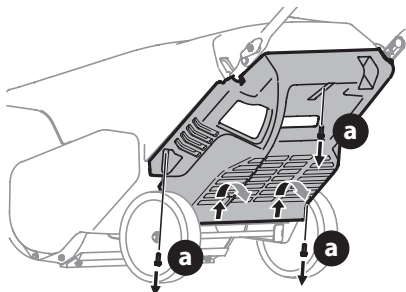

Figure 25
2. Retirez les trois boulons (a) qui retiennent le panneau inférieur. Pour enlever le panneau inférieur, soulevez le panneau de façon que les pattes au bas du panneau sortent des encoches, puis tirez sur le panneau (Figure 25).
- Retirez les trois boulons (a) qui retiennent le panneau inférieur. Pour enlever le panneau inférieur, soulevez-le de façon que les pattes au bas du panneau sortent des encoches, puis tirez sur le panneau (Figure 25).